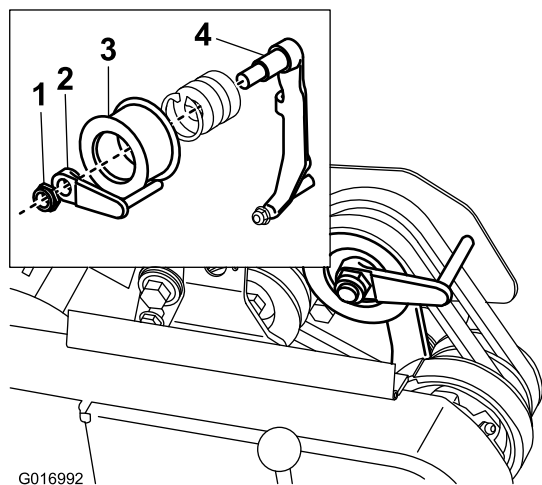

図 40
8. エンジンを使わずに、楽に機体を押したり引いたりすることができるように、ベルトガイド 図 40 挿入図を以下のように調整しておきます